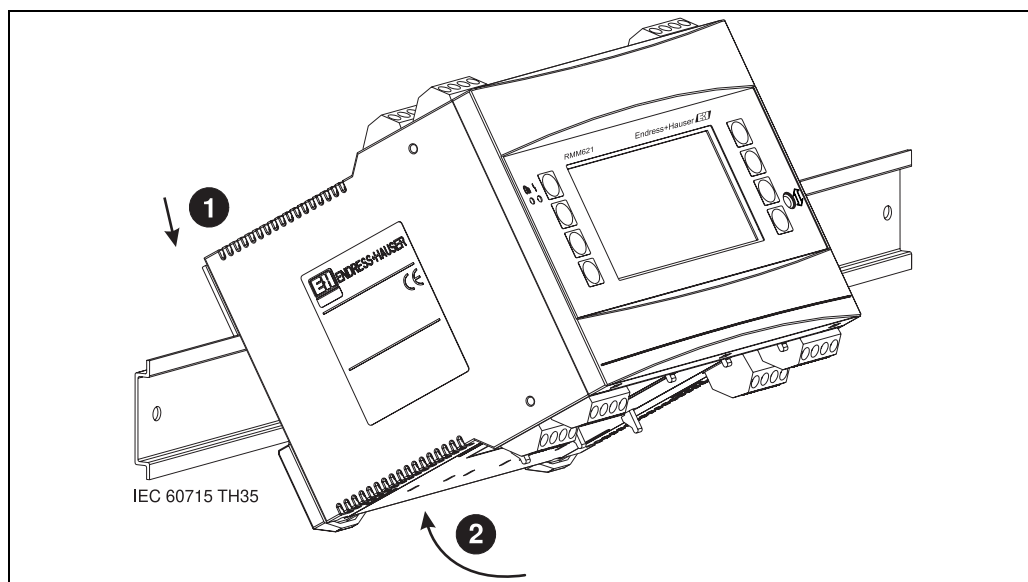

Fig. 2: Montaje de la unidad sobre riel de perfil de sombrero
Enganche la carcasa sobre el riel de perfil de sombrero, colgando primero la unidad sobre el riel para encastrarlo a continuación; ejerciendo presión hacia abajo (v. fig. 2, pos. 1 y 2).